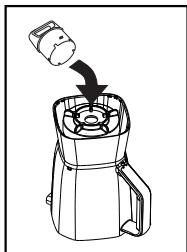

Fig. 17
- Vire o fundo preto com rosca para o copo de 2 L para baixo e coloque-o na parte inferior do copo com rosca e sobre a parte inferior da lâmina. Gire no sentido horário para ajustar (Fig. 17). Certifique-se de que a parte inferior do copo esteja bem fixo ao fundo preto com rosca.